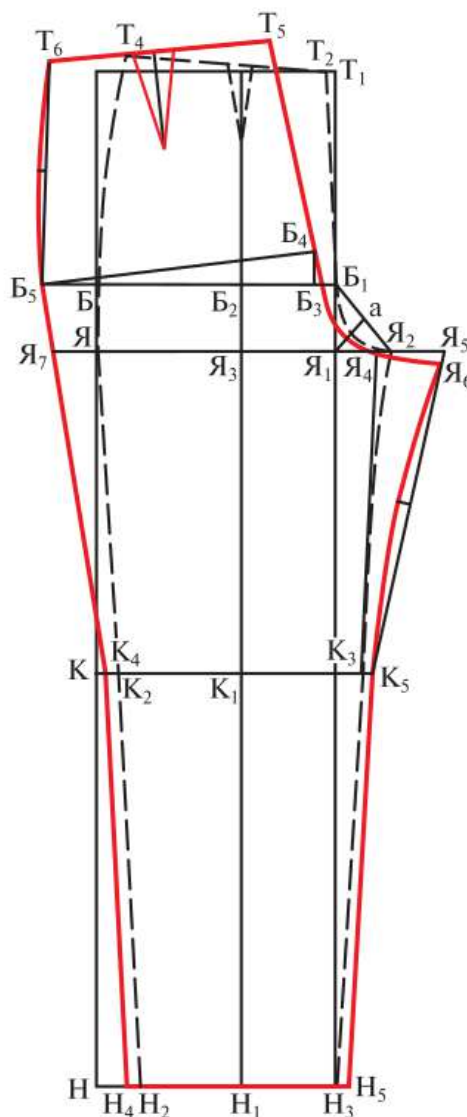

Рис. 6.53. Построение задней половинки брюк
1. **Построение линии низа** (рис. 6.53). Ширину по линии низа отложите симметрично влево и вправо от линии сгиба.
5. Проведите линию талии, соединив точки $Т_5$ и $Т_6$ (рис. 6.53).